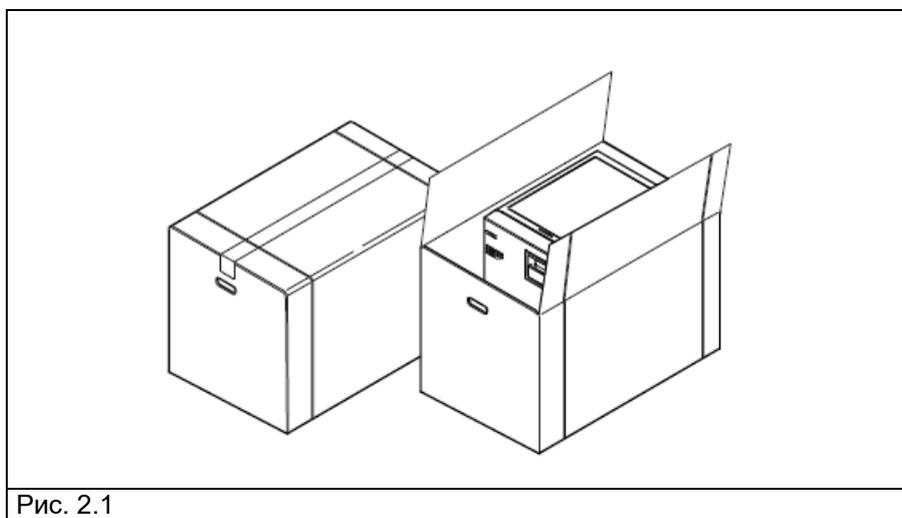

Рис. 2.1
**Осторожно, хрупкое! При транспортировании избегать тряски или ударов. ПРОРЕЗИ НА КОРОБКЕ (Рис. 2.1) ИСПОЛЬЗУЮТСЯ ТОЛЬКО ДЛЯ ВЕРТИКАЛЬНОГО ПОДЪЕМА.**